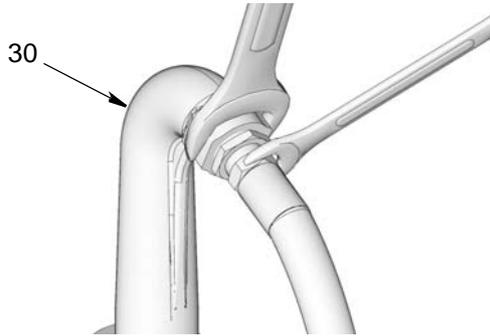

FIG. 9
9. Fije el extremo de la manguera en la salida (30) usando dos llaves sobre las caras planas, trabajando en sentidos opuestos, para apretar con seguridad la manguera en el accesorio de salida (FIG. 9).